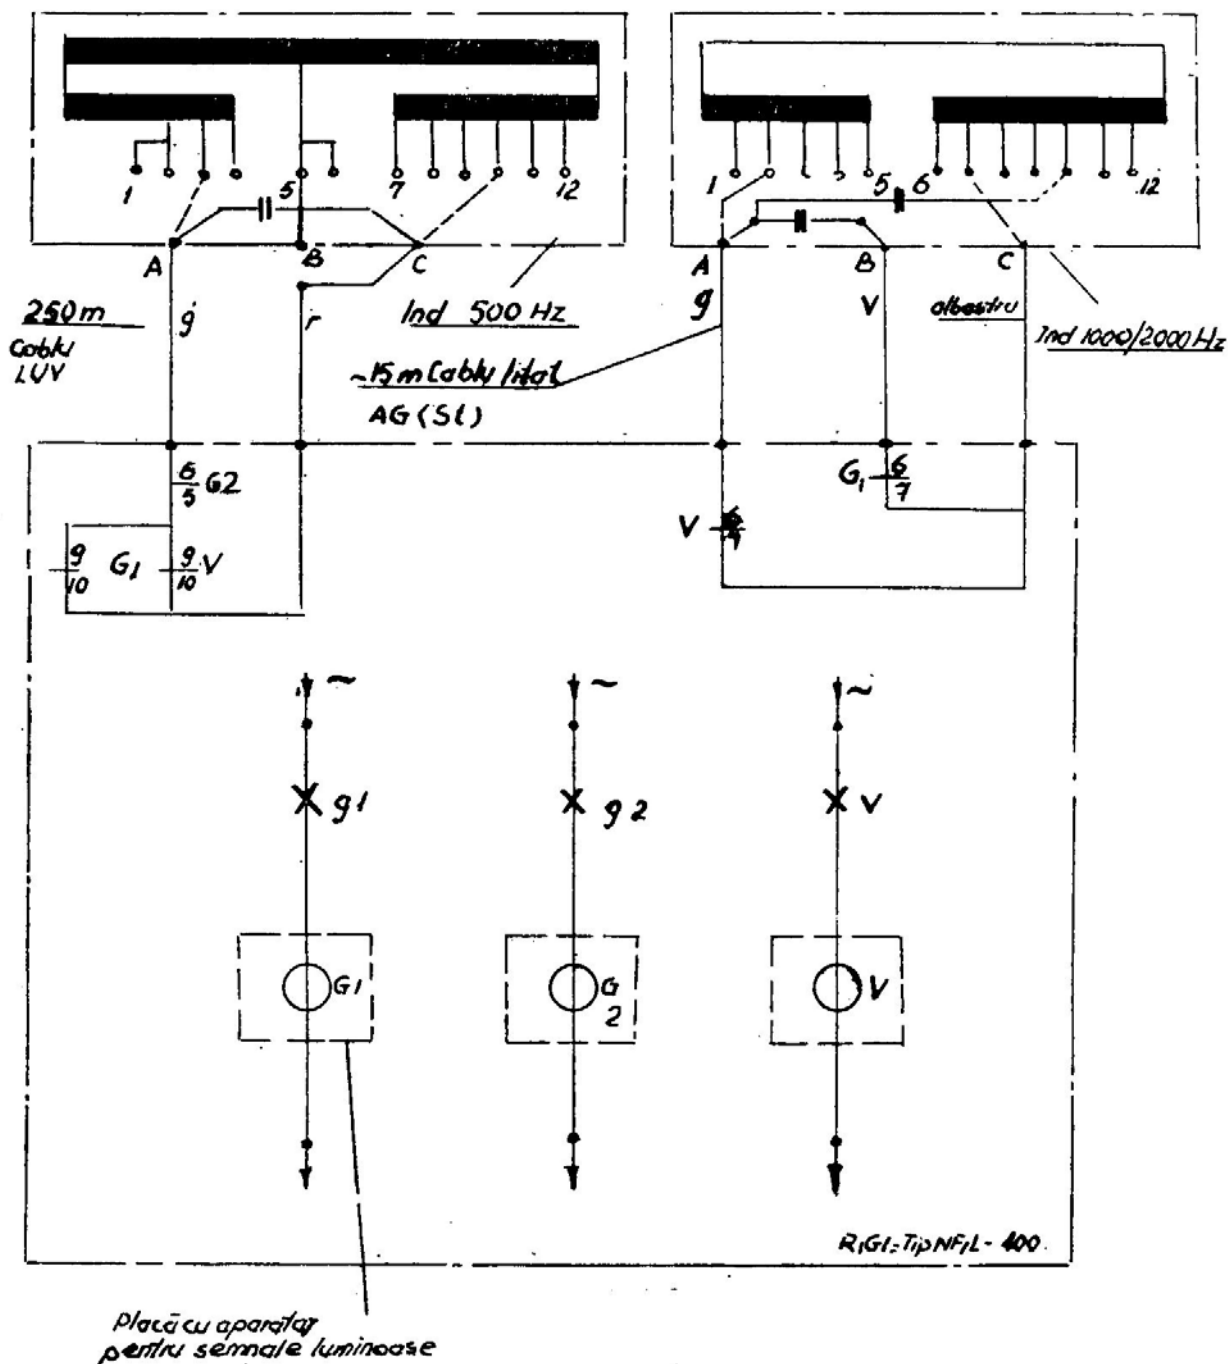

Fig. 59 Schema electrică și conectarea la semnalul de intrare fără galben-clipitor
g) Semnalul de „intrare” fără galben clipitor în curent alternativ, echipat cu inductoare de cale de 1 000/2 000 Hz și de 500 Hz (Fig. 59).